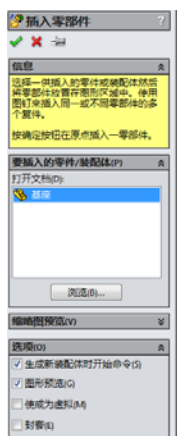

图 7-126 选择零件后的视图
**02** 确定插入零件位置。在视图区域中，在合适的位置单击，放置该零件，如图 7-126 所示。